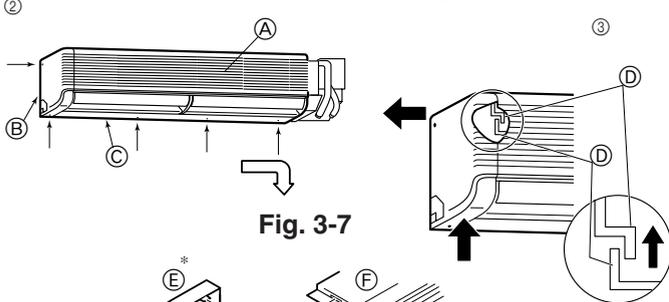

Fig. 3-7
- Ⓓ Duvar montaj mesnedi ①
② Şekilde oklarla işaretlenmiş olan beş adet vidayı çıkarınız. (Fig. 3-7)
③ Önce soldaki yan paneli, sonra da alt paneli çıkarınız.